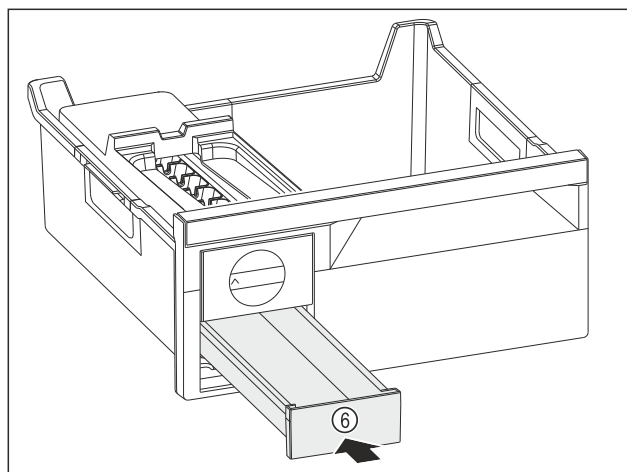

Fig. 193
- Eswürfelschubfach Fig. 193 (6) einschieben.